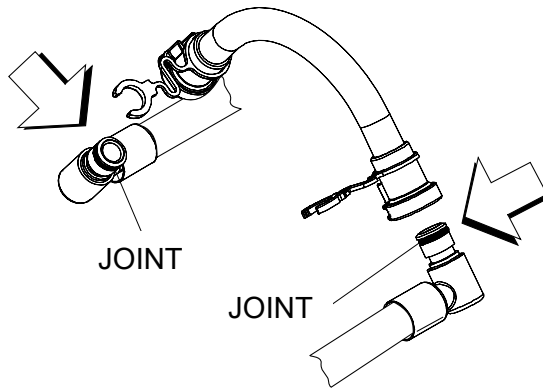

Figure 69
1. Lubrifier les joints toriques des raccords de flexibles à sirop avec du lubrifiant Taylor HP (Cf. Figure 69).